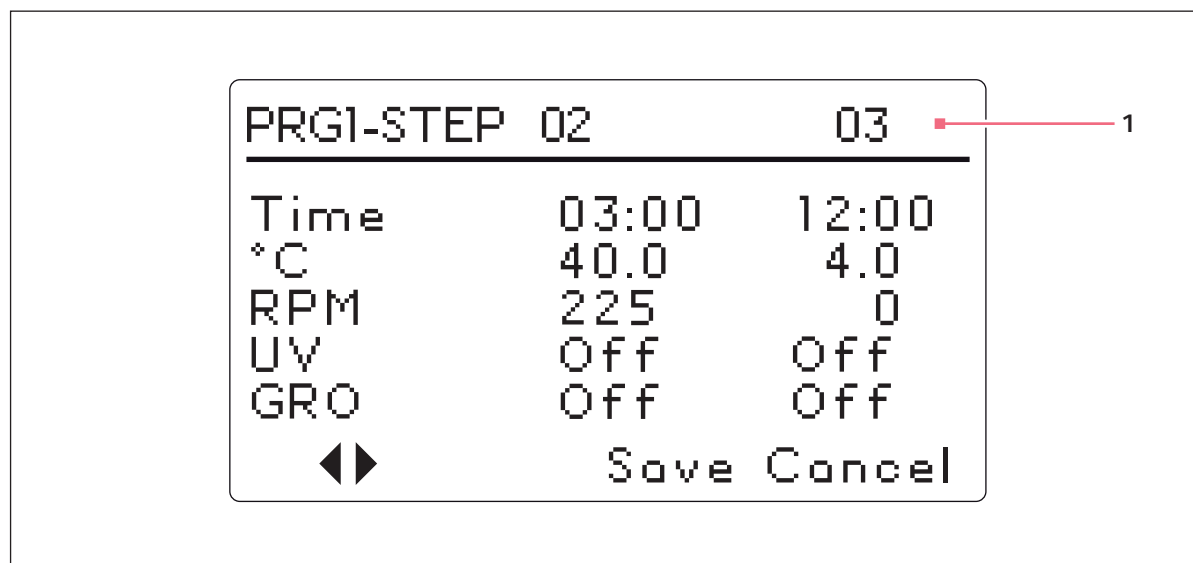

図 5-14: プログラム 1、ステップ 3
10. さらなるステップをプログラミングを続けるため。最大 15 ステップが可能です。サンプルプログラムは、3 つのステップのみで構成されています (参照：図 5-14 P. 56)。